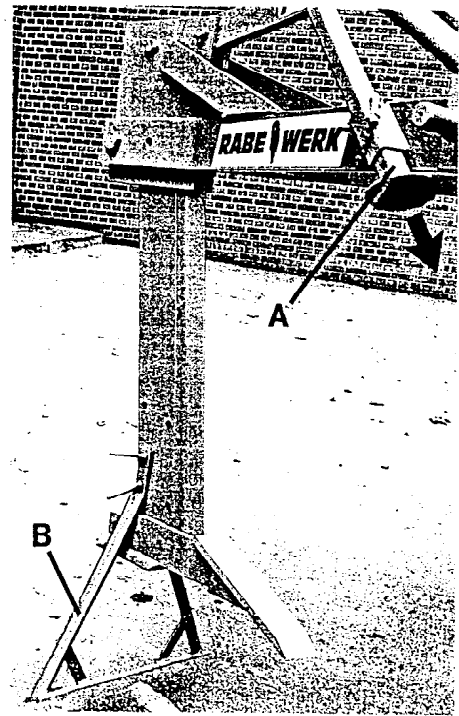

Fig. 5
*"Un attrezzo smontato" può essere messo a punto; arrestare sul supporto di arresto anteriore (A) e sul supporto di arresto posteriore (B) - Fig. 5.